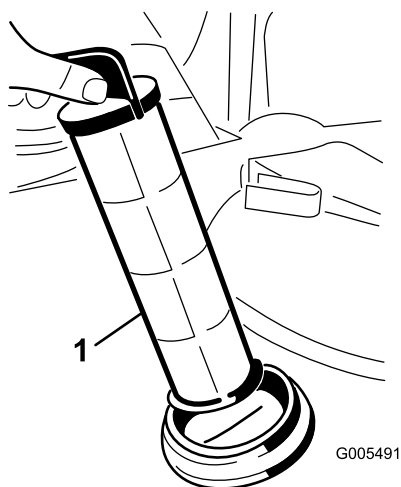

Figure 64
4. Sortez la crépine d'aspiration de l'orifice (Figure 64).